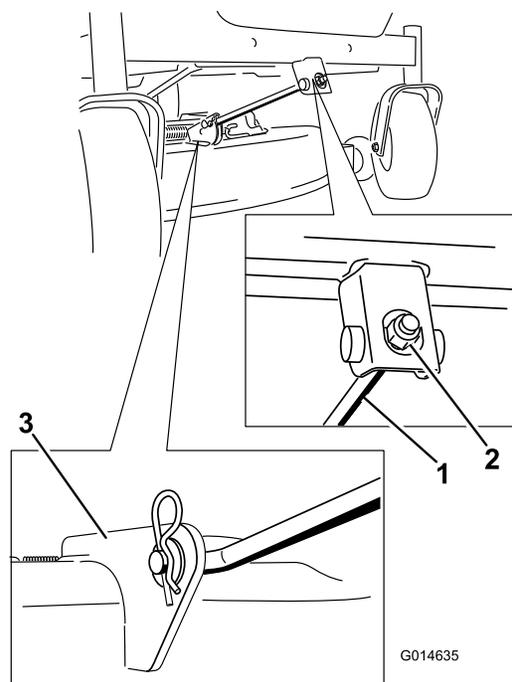

Рисунок 70
5. Снимите шплинт с переднего опорного стержня и снимите стержень с кронштейна деки (Рисунок 70).
8. Прикрепите передний опорный стержень к деке газонокосилки с помощью шплинтуемого штифта и шплинта (Рисунок 70).